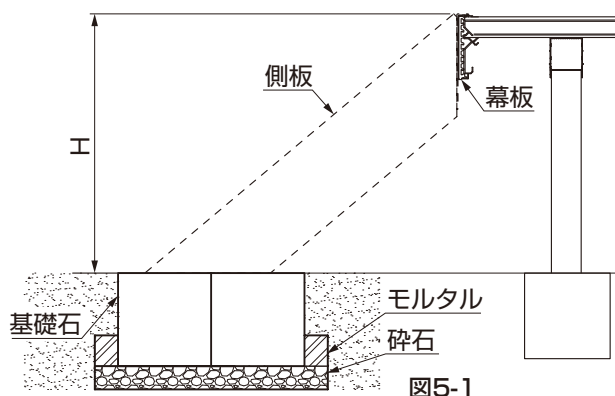

図5-1
- ①ステップ本体の高さを決めてください。(図5-1 参照)